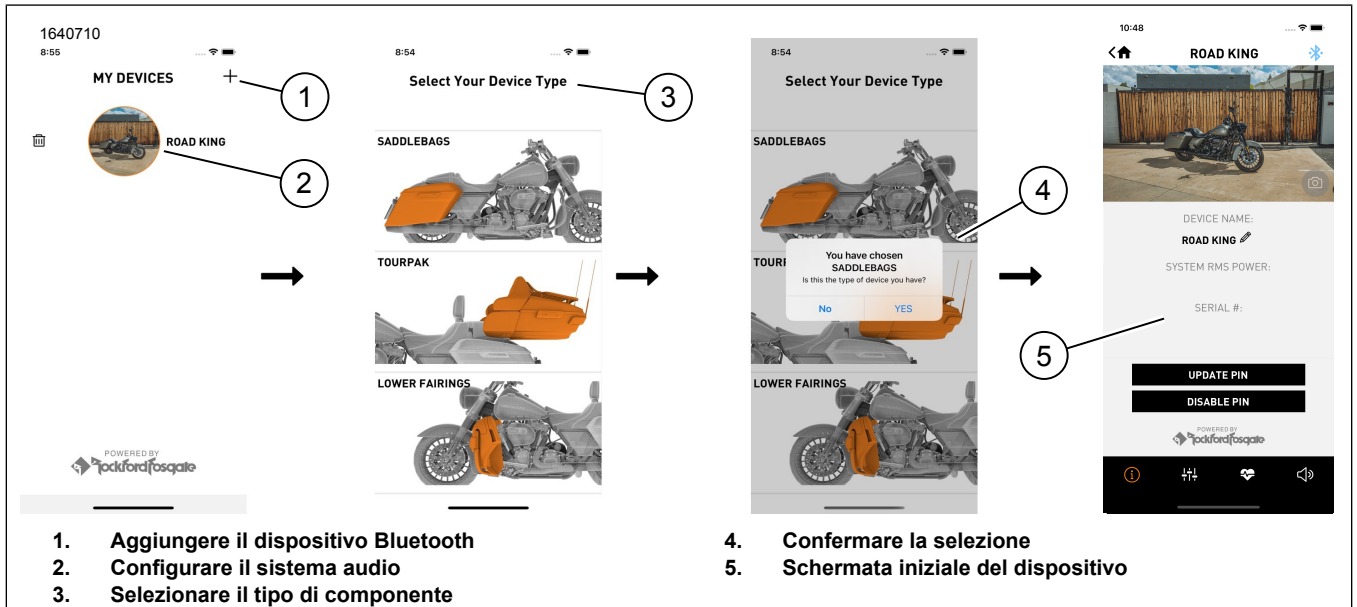
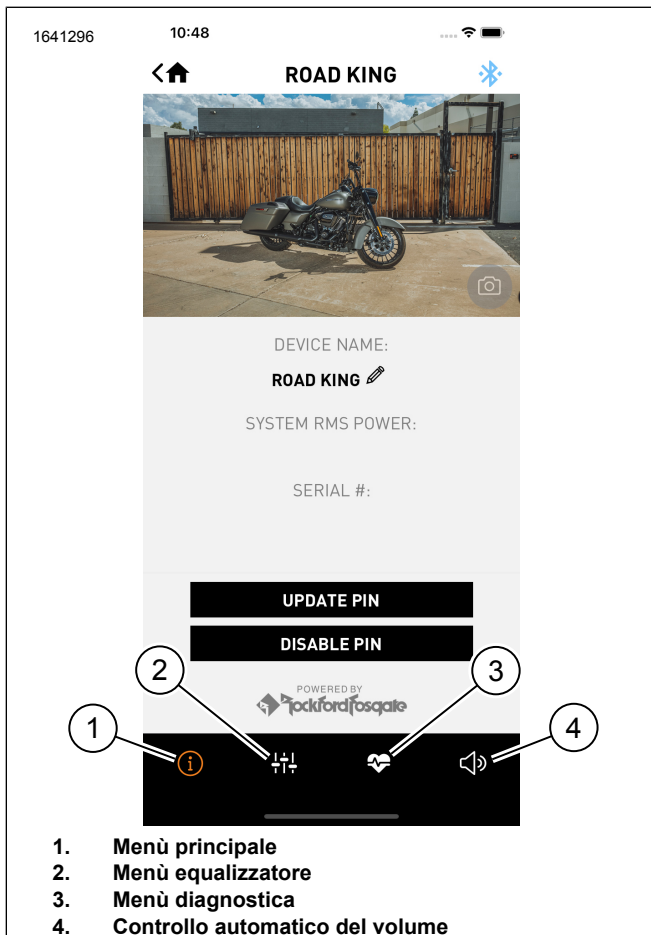
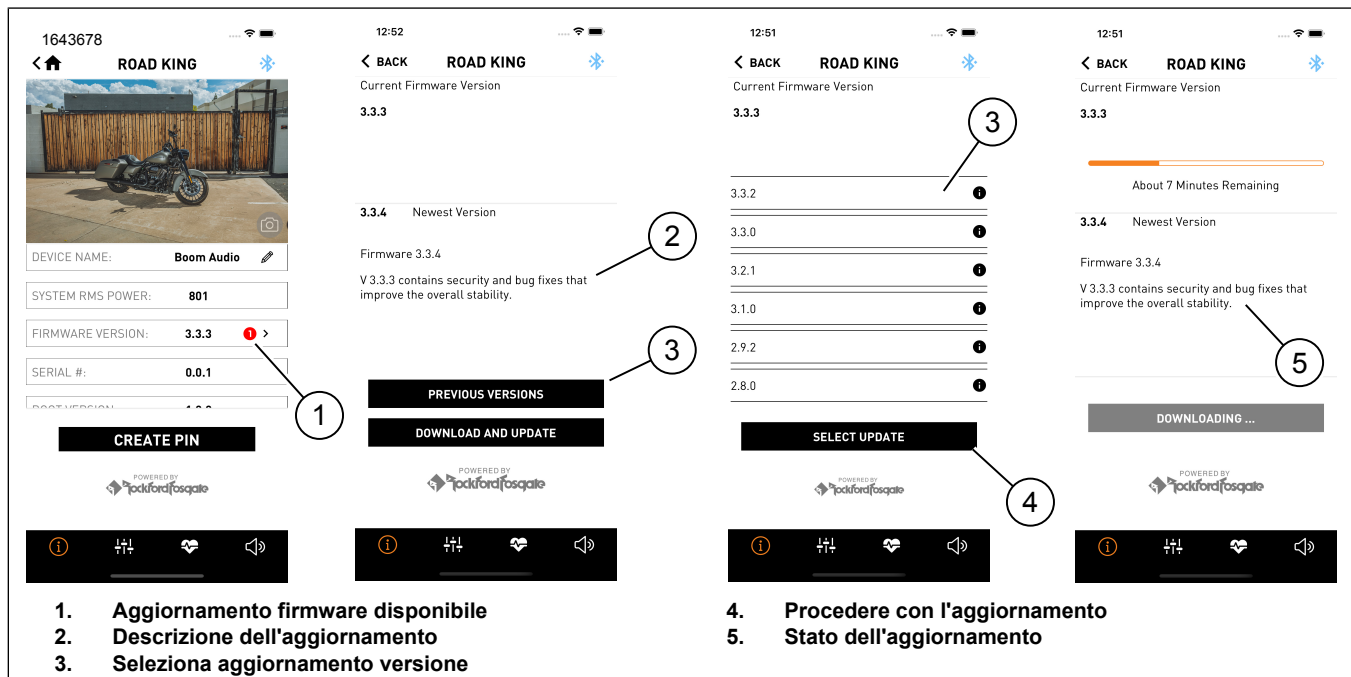

Figura 17. Processo di installazione
Figura 18. Barra dei menu
Figura 19.
1. Figura 17 Accesso all'impianto audio.
- a. Associare il dispositivo (1) al sistema.
- b. Accedere ai menu dell'app (2) per configurare l'impianto audio del veicolo.
2. Selezionare la configurazione (3) dove sono stati installati gli altoparlanti sul veicolo.
3. Confermare la selezione (4).
4. Al termine della configurazione, verrà visualizzata la schermata iniziale del dispositivo (5).
5. Figura 18 Premere le icone della barra dei menu per:
- a. Menù principale (1)
b. Menù equalizzatore (2)
c. Menù diagnostica (3)
1. Figura 19 Il cerchio rosso indica che è disponibile un aggiornamento del firmware (1).
2. Breve descrizione dell'aggiornamento (2).
- b. Premere versione precedente (3) se si desidera tale versione.
3. Selezionare un aggiornamento della versione (3) e procedere con l'aggiornamento (4).
- a. Figura 18 Premendo l'icona Menu principale (1) verranno fornite ulteriori informazioni sull'aggiornamento.
4. La schermata mostra lo stato dell'aggiornamento (5) applicato all'amplificatore.